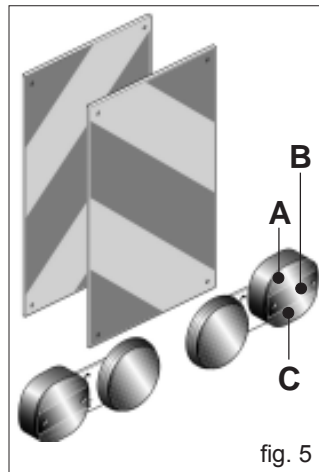

fig. 5
- 37) Qualora gli ingombri costituiti da attrezzature portate o semiportate occultino la visibilità dei dispositivi di segnalazione e di illuminazione della trattoria, questi ultimi devono essere ripetuti adeguatamente sulle attrezzature, attenendosi alle normative del codice stradale in vigore nel relativo paese. Accertarsi, quando in uso, che l'impianto luci sia perfettamente funzionante. Si rammenta inoltre che la corretta sequenza segnaletica dei fanali prevede (Fig. 5):